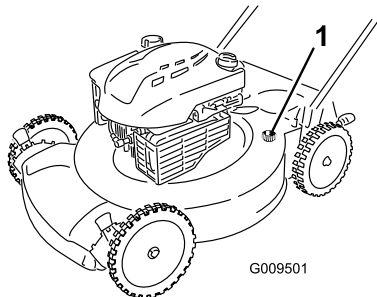

Bild 25
4. Befestigen Sie einen Gartenschlauch, der an einen Wasserhahn angeschlossen ist, am Wasseranschluss am Maschinengehäuse (Bild 25).